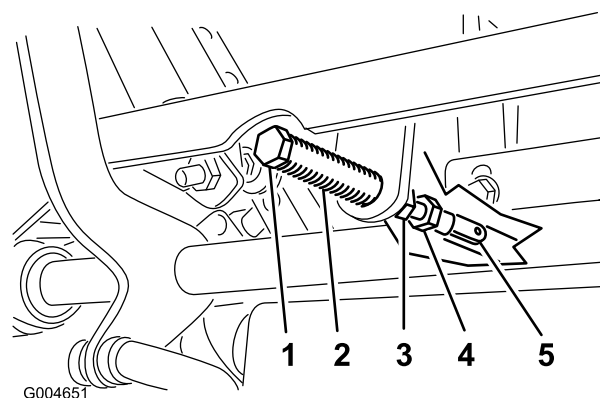

Figura 53
5. Tire hacia atrás de la palanca hasta que el pasador (en el brazo situado encima del eje pivotante) entre en contacto con el extremo de la ranura (empezando justo a tensar el muelle) como se muestra en Figura 53.
7. Si es necesario un ajuste, afloje la tuerca y la contratuerca contra la horquilla (Figura 53).
8. Aplique una ligera presión hacia atrás en la palanca de control de movimiento, y gire la cabeza del perno de ajuste en el sentido apropiado hasta que la palanca de control esté centrada en posición de BLOQUEO/PUNTO MUERTO (Figura 53).
9. Apriete la tuerca y la contratuerca (Figura 53).
10. Apriete las contratueras de las rótulas (Figura 53).